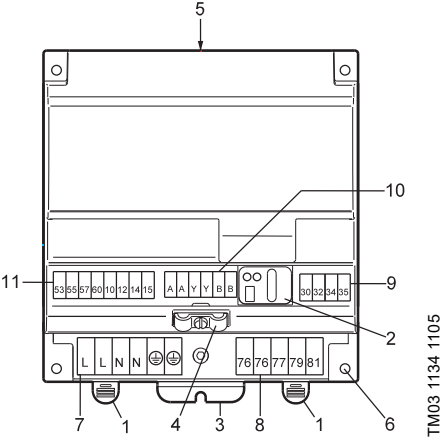

Fig. 1 IO 351 A
La variante (A ou B) est indiquée sur la plaque signalétique. Elle peut aussi être identifiée par le nombre de bornes. L' IO 351 A dispose de cinq bornes, l' IO 351 B de huit, voir fig. 1 et 2.
- La construction du module permet un bon contact électrique au rail DIN. Le rail DIN doit par conséquent avoir une bonne connexion à la terre fonctionnelle. Si le module est monté sans rail DIN à l'aide des quatre trous de montage (rep. 6), il faut établir une connexion à la terre fonctionnelle par l'intermédiaire du raccord (rep. 3). Voir fig. 1 ou 2.